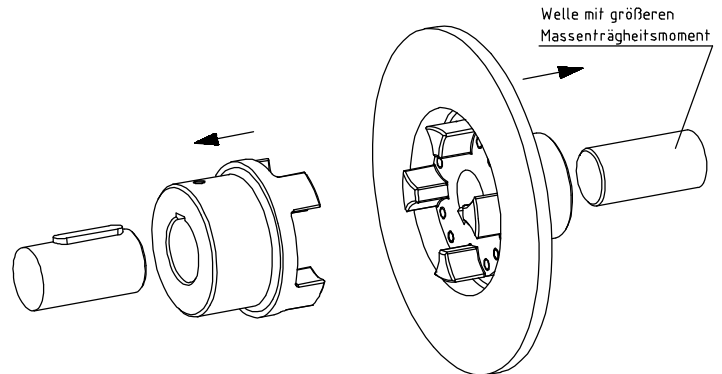

Bild 6
- Montieren Sie die Nabe und FN-Nabe mit der Bremstrommel/-scheibe auf die Welle der An- und Abtriebsseite. Die FN-Nabe ist auf das Wellenende zu setzen, an dem das größere Massenträgheitsmoment wirksam wird. Das max. Bremsmoment darf nicht größer, als das max. Drehmoment ($T_{Kmax.}$) der Kupplung sein (siehe Bild 6).